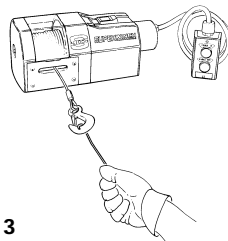

Figure 3
6. **NE TREUILLEZ JAMAIS AVEC MOINS DE 5 TOURS** de câble métallique **EMBOBINÉS SUR LE TAMBOUR**, car l'attache se trouvant à l'extrémité du câble métallique **NE supportera PAS** la charge. **SERVEZ-VOUS TOUJOURS DE LA BARRE PROTÈGE-MAINS** lorsque vous guidez l'entrée ou la sortie du câble métallique. (Voir la fig. 3).